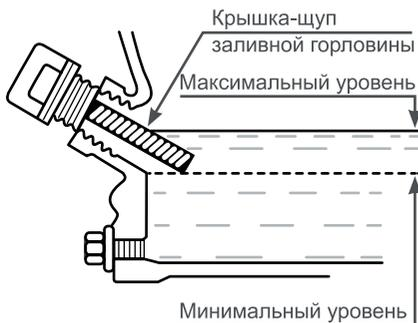

Рис.24
- Извлеките крышку/щуп заливного отверстия и начисто протрите её (Рис.24).
Нормальным считается когда масло находится на уровне нижнего края заливной горловины (А) Рис.24.